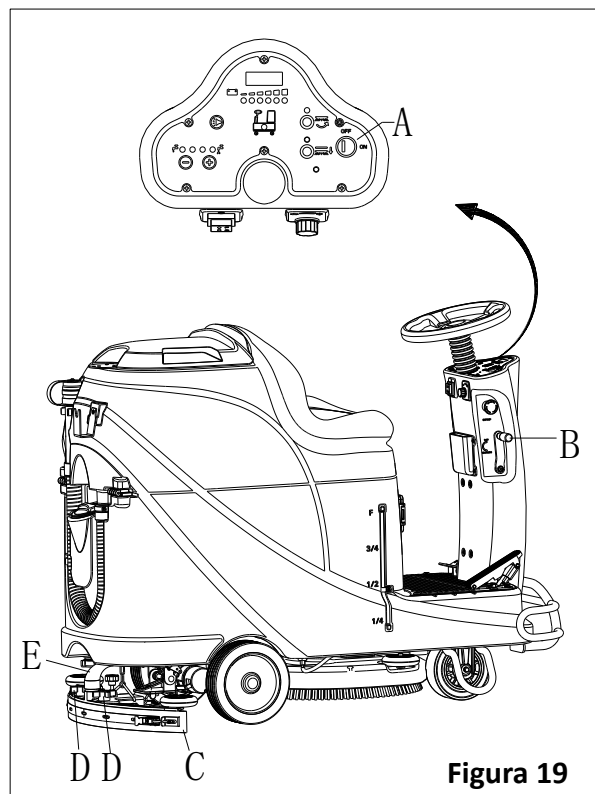
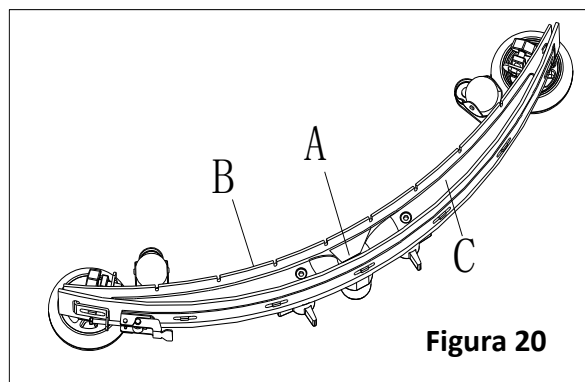

Figura 19
Figura 20
2. Defina o interruptor de chave (A, Figura 19) para "OFF".
3. Baixe o squeegee (B) com a alavanca (C).
4. Desaperte os botões (D) e remova o squeegee.
5. Desencaie a mangueira de vácuo (E) do squeegee.
6. Limpe o squeegee de aço ou alumínio, especialmente os compartimentos (A, Figura 20) e os buracos (B). Verifique a integridade, cortes e desgastes da lâmina frontal (B) e traseira (C); se necessário, substitua-as de acordo com os procedimentos do parágrafo seguinte.